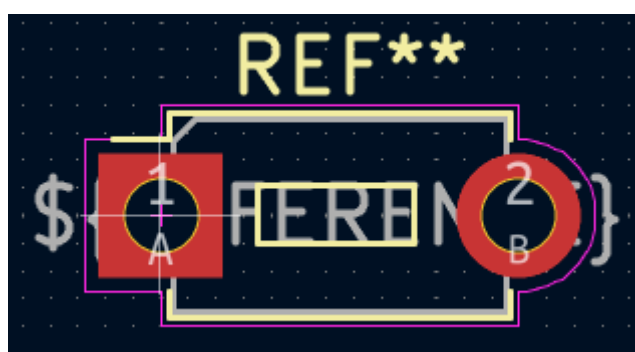

Figura 2.5. Huellas de un pulsador SPST THT
- **Pulsador (SW1):** Se implementa mediante un pulsador SPST básico de dos terminales, cuya huella se ilustra en la figura 2.5. La separación entre sus pads es de 7.62 mm.